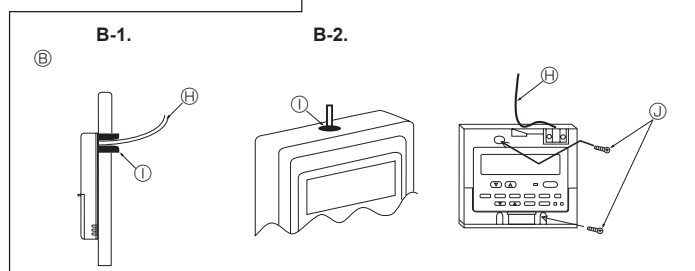

Fig. 6-8
(2) Sceller l'entrée de service du cordon de la télécommande avec du mastic pour éviter toute invasion possible de rosée, d'eau, de cafards ou de vers. (Fig. 6-8)